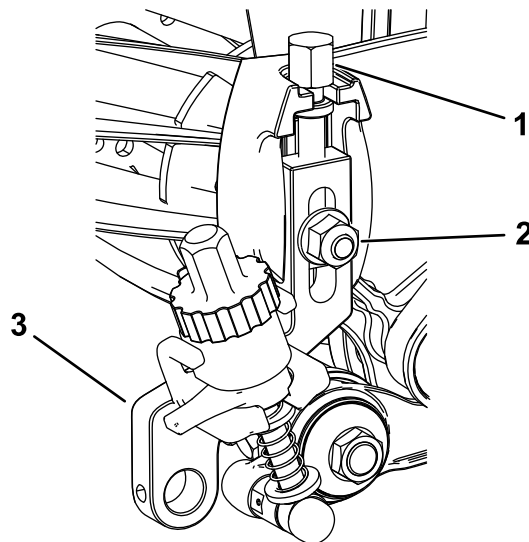

図 21
1. 先ほど外した刈高調整ねじを、刈高アセンブリの上部に取り付ける 図 21。
2. 刈高アセンブリを、カッティングユニットのサイドプレートに取り付ける先ほど取り外したプラウボルト、ナット、特殊ワッシャを使用する 図 21。